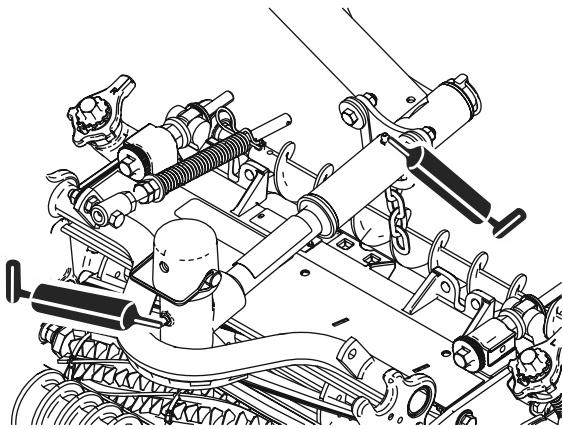

Bild 45
- Mähwerkdrehbüchsen (2) (Bild 45)